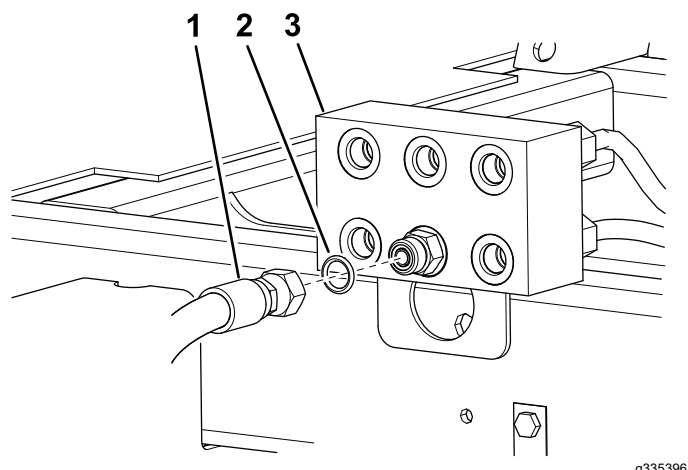

Figura 3
6. Coloque un recipiente de drenaje debajo del colector de unión (Figura 3).
7. Desconecte la manguera hidráulica del acoplamiento central inferior del distribuidor de unión (Figura 3).